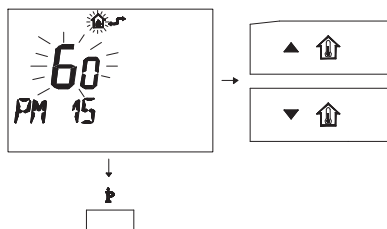

Figura 5.36
- Modificare il SET programmato agendo sui pulsanti o fino a visualizzare un set di 60, aspettare che il numero programmato cominci a lampeggiare (Figura 5.36).